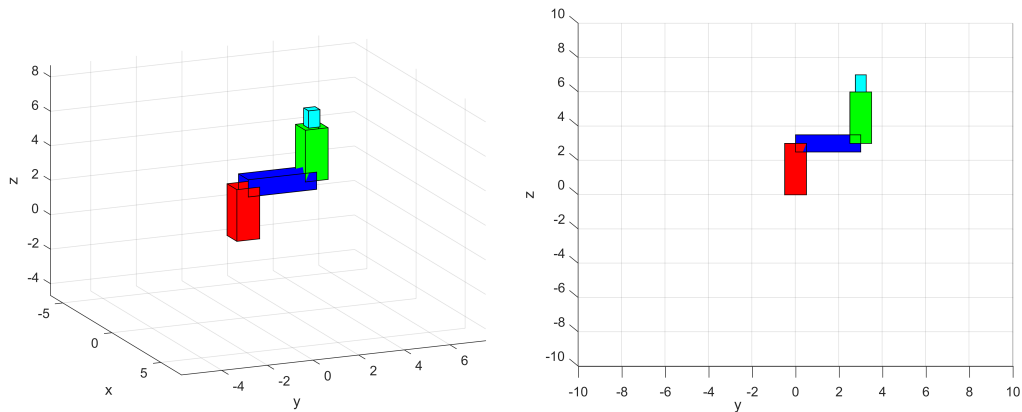

Fig. 3. Manipulador RRR em p_0 : (a) no espaço; (b) no plano yz .
b) Posicionar o manipulador RRR na posição inicial $p_0 = \begin{bmatrix} 0 \\ 3 \\ 7 \end{bmatrix}$ (Fig. 3). Considere que